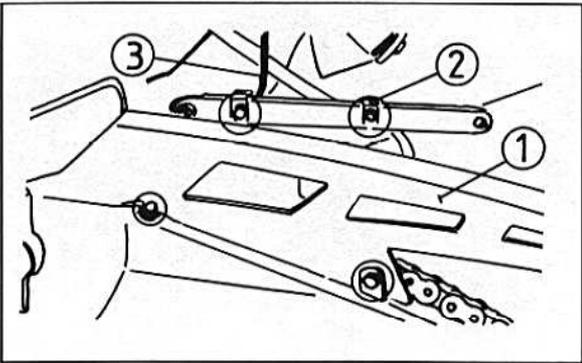

Bild 346
- Die Bremsschlauchführung abnehmen (Bild 346).